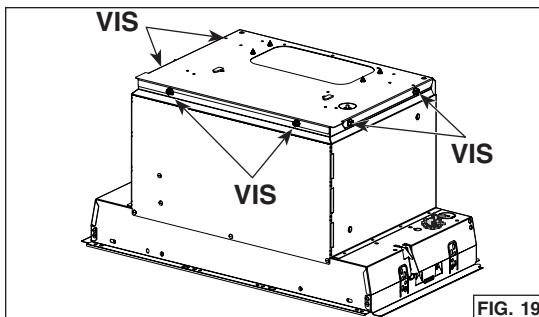

FIG. 19
- Retirer les 6 vis (2 à l'avant et 2 par côté) retenant la plaque de support du ventilateur au dessus de la hotte (FIG. 19). Soulever soigneusement cette plaque avec le ventilateur et la mettre de côté. La plaque avec le ventilateur sera réinstallée plus tard dans l'appareil.